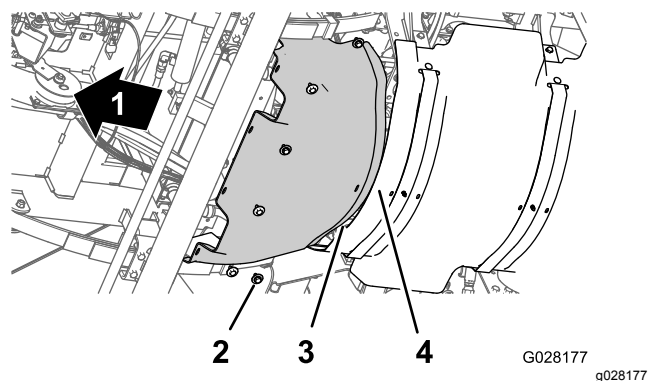

Figure 59
1. Alignez la bride arrière de l'écran pare-chaaleur avant et la bride avant de l'écran pare-chaaleur arrière (Figure 59).
2. Alignez les trous de l'écran pare-chaaleur avant et les trous filetés du châssis (Figure 59).
3. Montez l'écran pare-chaaleur avant sur la machine au moyen des 6 boulons à tête hexagonale et des 6 rondelles (Figure 59) retirés à l'opération 3 de Dépose de l'écran pare-chaaleur avant \(page 54\).